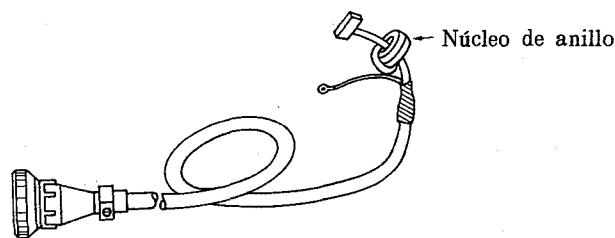

Figura 55
- (5) Extraiga el núcleo de anillo del cable de la IO-17SC2. (Vea la figura 55.)